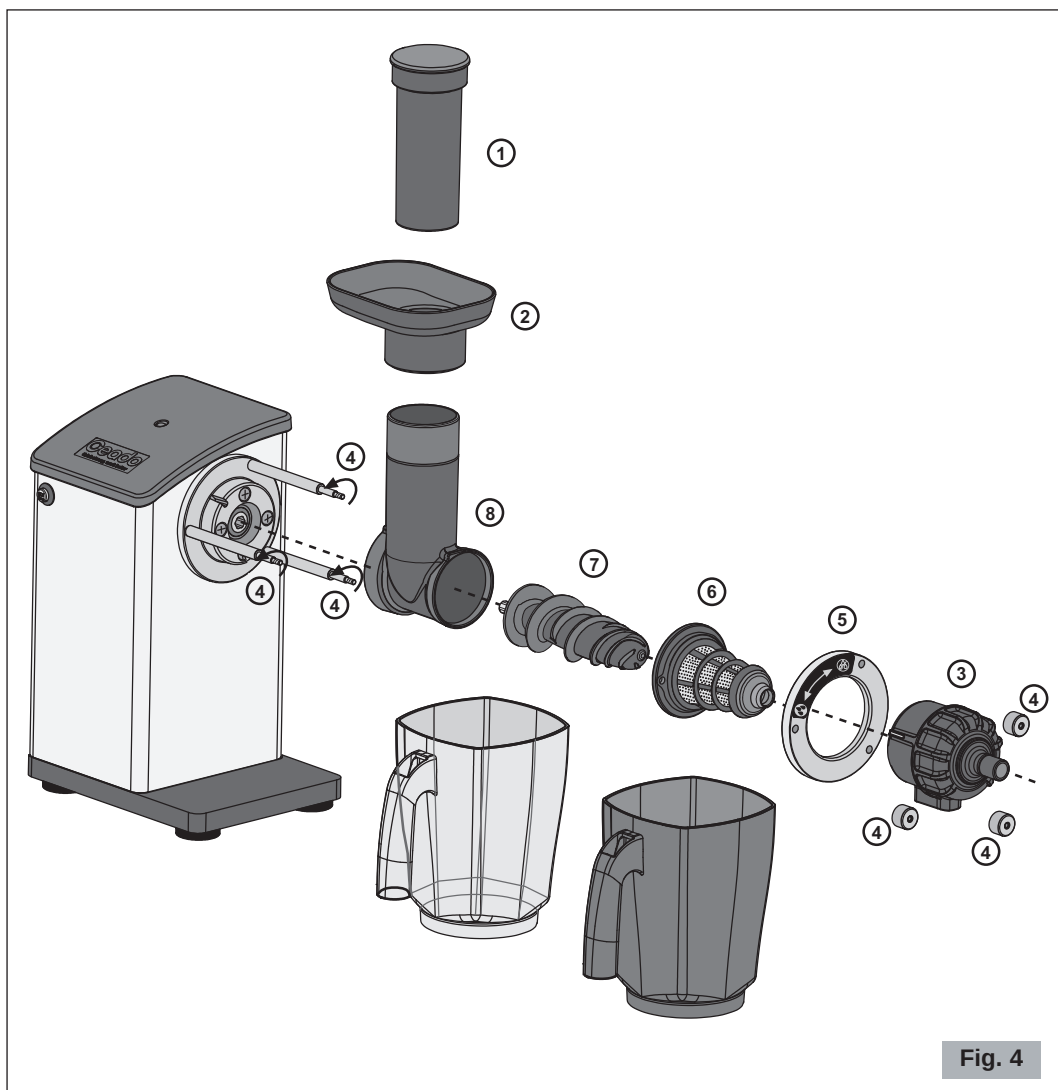

Fig. 4
Enlever les récipients et démonter les composants dans l'ordre de la figure (Fig. 4).
- 3** Monter de nouveau l'appareil dans l'ordre inverse (Fig. 4).